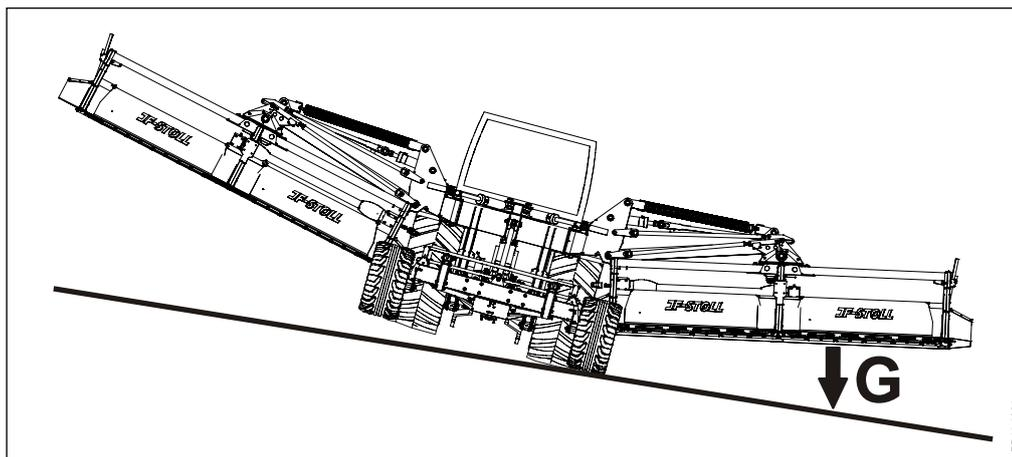

Abb. 3-12
**Abb. 3-12.** Beim Einsatz auf welligem Gelände immer auf die Stabilität der Maschine achten, besonders bei angehobenen Schneidwerken. Das Gewicht **G** des Schneidwerks wird versuchen, die Maschine und den Schlepper umzukippen.